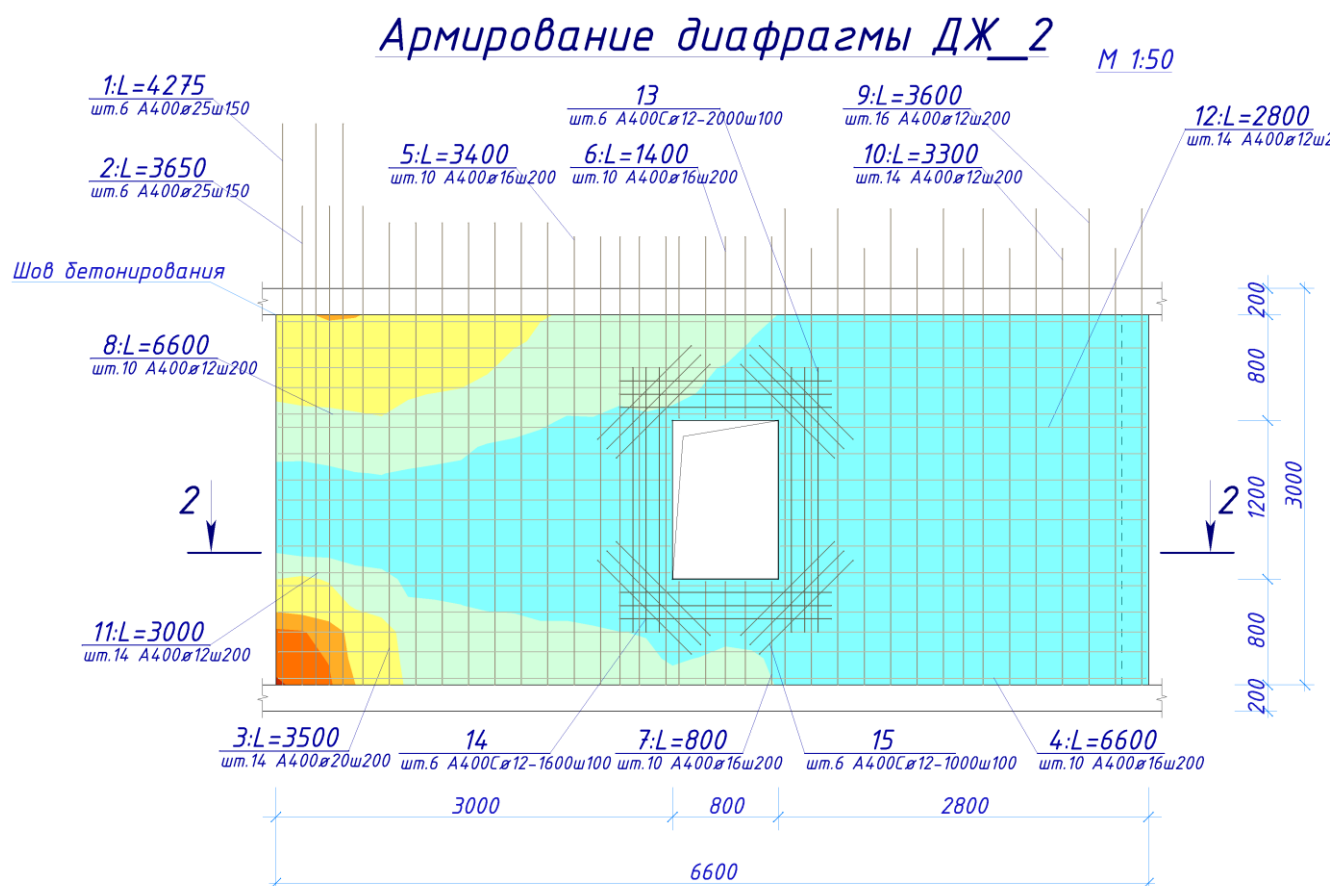

Рис.8.28. Создание разреза по диафрагме
- В открывшемся диалоговом окне **Спецификация арматуры** (рис.8.27) просмотрите спецификацию арматуры и щелкните по кнопке **ОК**, чтобы назначить марки элементам (рис.8.28).
- Укажите третью точку сверху от обозначения разреза, чтобы направление взгляда было вниз (рис.8.28).